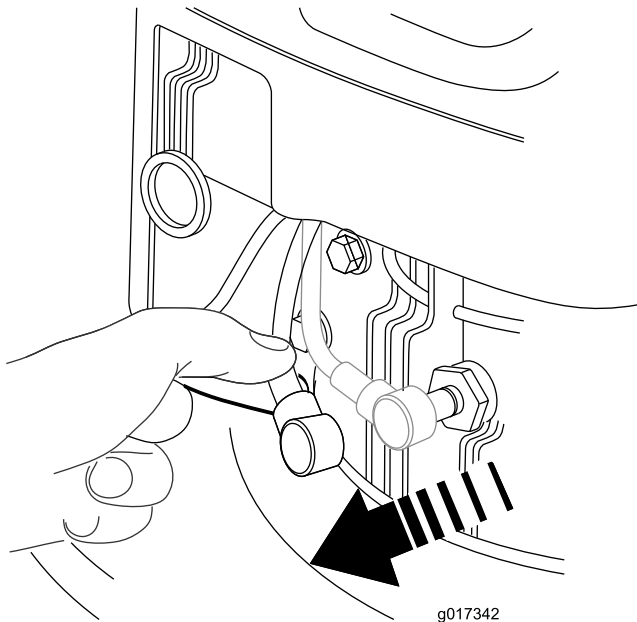

Figure 19
2. Débranchez le fil de la bougie (Figure 19) avant de procéder à un quelconque entretien.
2. Débranchez le fil de la bougie (Figure 19).